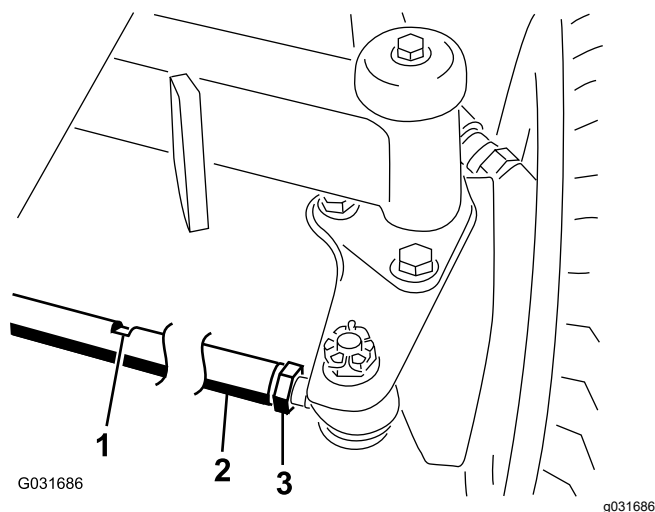

Figure 62
2. Desserrez l'écrou de blocage à chaque extrémité de la biellette (Figure 62).